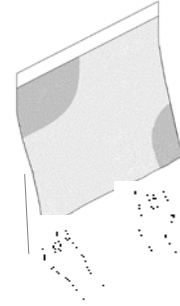

Bild 7
4. Beim Verkleben muss darauf geachtet werden die Folie / Grafik möglichst nah am Untergrund zu positionieren und das Schutzpapier mit zwei Händen gleichmäßig abzuziehen (Bild 7). Folgen Sie Schritt 1 – 3 bis zum Ende der Grafik.
5. Beim Verkleben muss darauf geachtet werden die Folie / Grafik möglichst nah am Untergrund zu positionieren und das Schutzpapier mit zwei Händen gleichmäßig abzuziehen (Bild 7). Folgen Sie Schritt 1 – 3 bis zum Ende der Grafik.